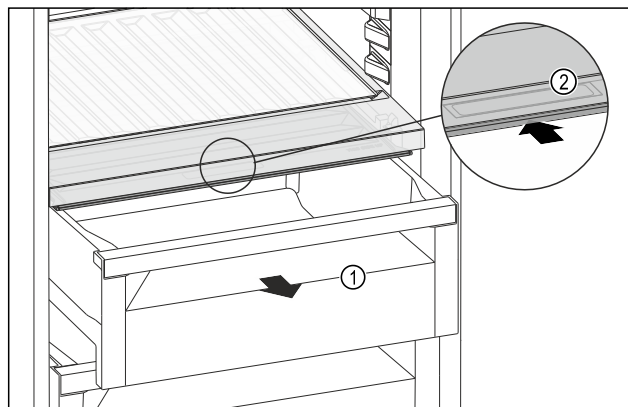

Fig. 157
- Изтеглете чекмеджето Fig. 157 (1).
- Хванете вдлъбнатия захват Fig. 157 (2) на капака на отделението и едновременно с това избутайте назад капака на отделението.